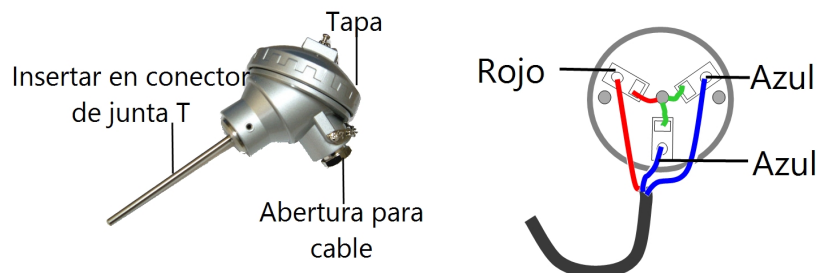

Figura 4: Interfaces del sensor
4. Conectar el cable del sensor al sensor VerVer *Figura 4*: